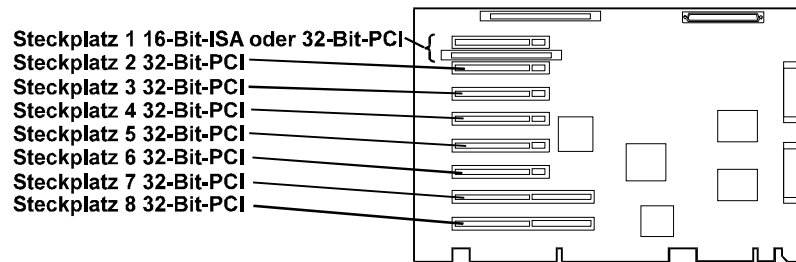

Abbildung 4-3. Steckplätze für PCI- und ISA-Zubehörkarten
1. Lesen Sie die Dokumentation zur Zubehörkarte. Beachten Sie spezielle Anweisungen und Installationsempfehlungen. Bestimmte Karten sind in besonderen Steckplätzen zu installieren. Wenn dies nicht der Fall ist, beachten Sie bei der Auswahl des Steckplatzes für die zu installierende Karte die Startreihenfolge (siehe Abbildung 4-3).